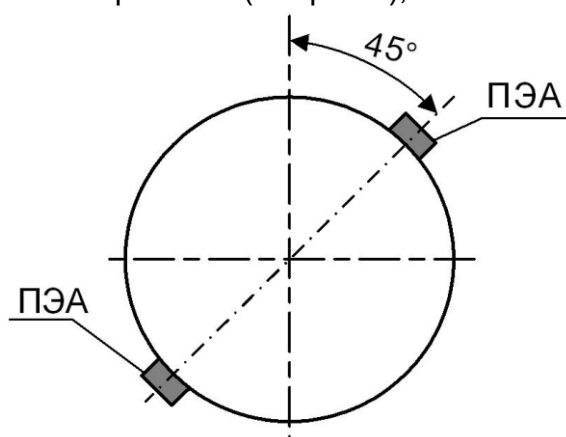

Рис.2. Рекомендуемое положение ДДА на трубопроводе относительно вертикали.
- ДДА рекомендуется устанавливать таким образом, чтобы плоскость, проходящая через оба ДДА и ось трубопровода, находилась под углом около 45° к вертикали (см. рис.2);